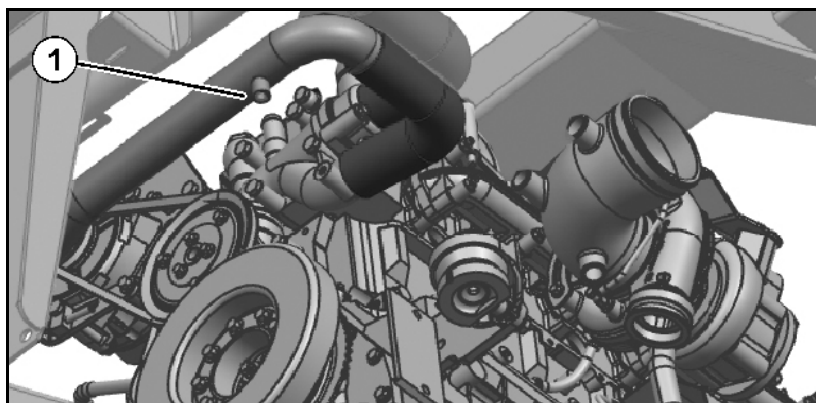

Fig. 148
1. Stil en opfangsbeholder under lukkeskruen (Fig. 148/1).